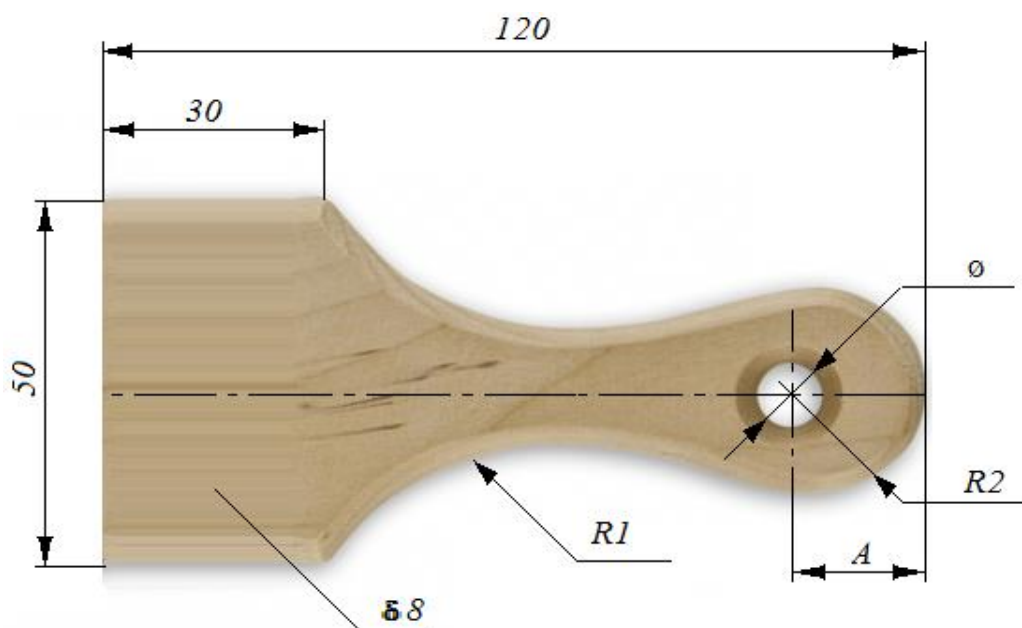

Рис. 1. Образец изделия
1. По предложенному образцу, разработайте чертеж изделия  $M1:1$  - "малярная кисть" (Рис.1). Чертеж оформляйте на формате А 4, с указанием рамки и основной надписи.